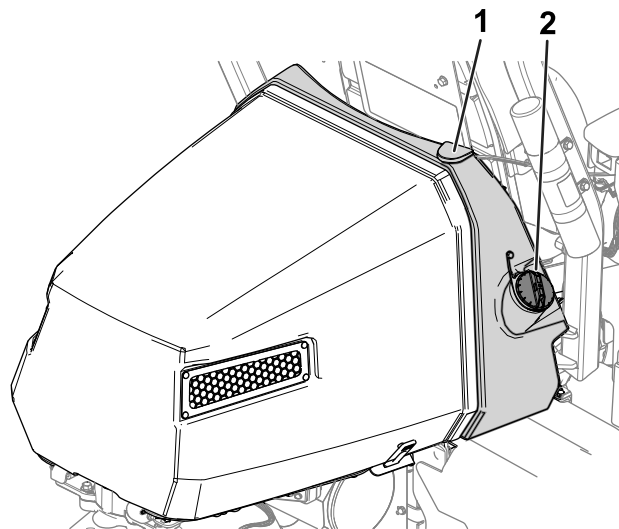

Figura 27
2. Curățați în jurul capacului rezervorului de combustibil și îndepărtați-l (Figura 27).